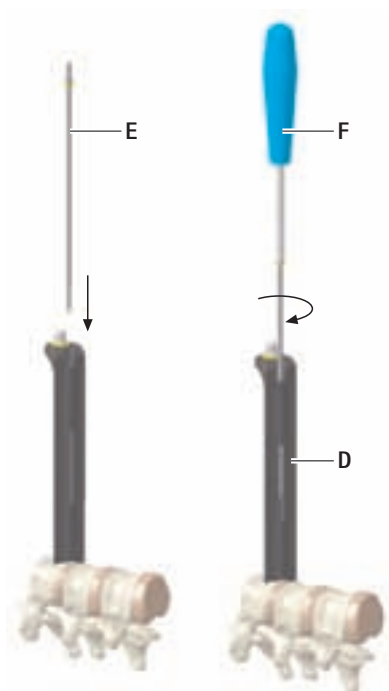

Fig. 1
- Introducir el tornillo de fijación **E** en la abrazadera **D** y apretarlo, ver Fig. 1.